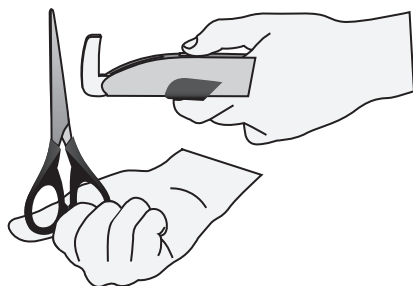

Рисунок 2
Установите переключатель (8) в положение «I» и с помощью регулятора определите положение, при котором подача звукового сигнала прекратится, а световой индикатор погаснет. Поднесите любой металлический предмет к датчику обнаружения металлических объектов (1) (рис. 2). Загоревшийся светодиод и звуковой сигнал свидетельствуют о работоспособности прибора.